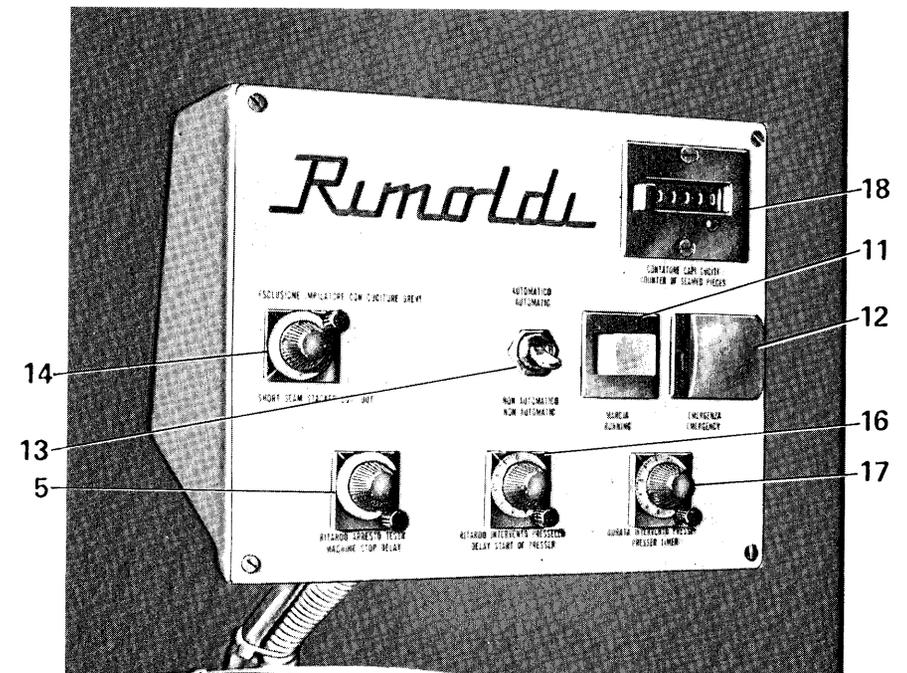
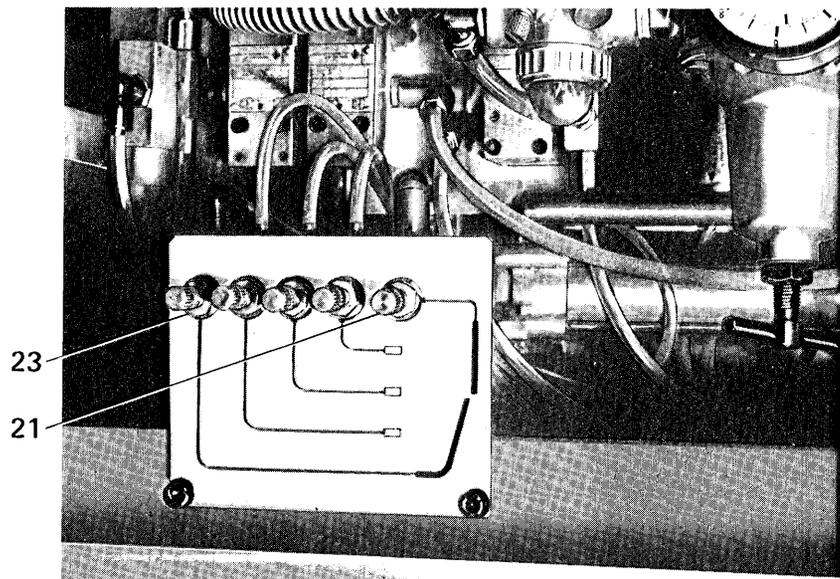
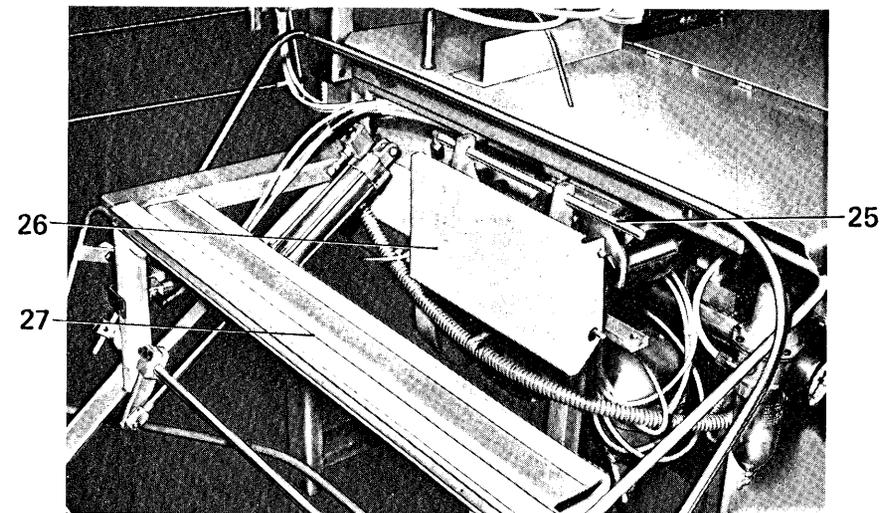

Fig. 6
Fig. 7
Fig. 15
- o) Un quadro comandi orientabile con i seguenti elementi (fig. 6):
- un pulsante verde MARCIA (11) per dare tensione all'armadio dei componenti elettrici
- un pulsante rosso EMERGENZA (12) per togliere tensione all'armadio dei componenti elettrici
- un interruttore AUTOMATICO – NON AUTOMATICO (13) per poter comandare l'esclusione dell'impilatore per cuciture brevi (posizione AUTOMATICO)
- un potenziometro "ESCLUSIONE IMPILATORE CON CUCITURE BREVI" (14) per regolare, in funzione della lunghezza del tessuto da surfilare, l'esclusione dell'impilatore
- un potenziometro RITARDO ARRESTO TESTA (15) per determinare l'istante dell'arresto della testa cucitrice dopo la scoperta della fotodiode
- un potenziometro RITARDO INTERVENTO PRESSELLO (16) per determinare l'istante della discesa del pressello
- un potenziometro DURATA INTERVENTO PRESSELLO (17) per determinare la durata dell'intervento del pressello o del trasporto sussidiario
- un contatore CAPI CUCITI (18) per contare i semilavorati
- p) Un gruppo dosatori per la regolazione degli ugelli soffiatori (fig.7)
Ciascun soffio è regolato da un dosatore di portata, come indicato sul quadro del gruppo dosatori (fig.7). La regolazione dei soffi deve essere fatta in funzione del peso e delle dimensioni del tessuto da surfilare secondo le seguenti modalità:
- Chiudere tutti i dosatori (fig. 7)
- Premere il pulsante marcia (11 fig.6)
Questo dispositivo determina un getto d'aria verticale, verso il basso, che facilita la caduta del capo da impilare. Deve essere impiegato solo per tessuti particolarmente rigidi. L'intensità del soffio viene regolata tramite il dosatore (21 fig.7).
Regolazione dispositivo soffiatore dell'impilatore (25 fig.15)
Questo dispositivo viene azionato quando la piastra (26 fig.15) contatta la barra dell'impilatore (27 fig.15) determinando il ribaltamento dei teli surfilati sulla barra stessa. La regolazione di questo soffiatore, che dipende dal peso dei teli da ribaltare, si effettua agendo sul dosatore (28 fig.7).
Potenzimetro PT1 (15 fig.6) - Ritardo arresto Testa
Serve per regolare il posizionamento del telo surfilato sulla barra dell'impilatore. La giusta regolazione si ottiene quando il telo impilato è equamente suddiviso rispetto alla barra (27 fig.15).